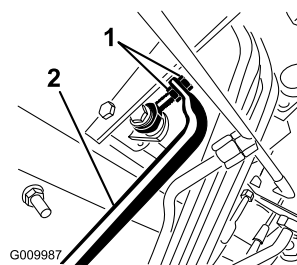

Figura 46
4. Regolate i controdadi dal lato asta della pompa per muovere in avanti il tubo di controllo della pompa ed eliminare lo spostamento in avanti, o per muoverlo indietro ed eliminare lo spostamento indietro (Figura 46).